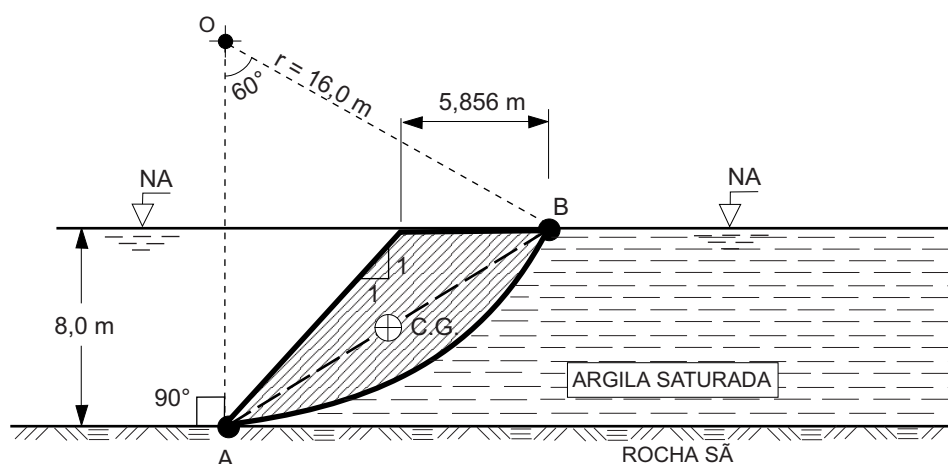

Figura 1 - Mecanismo de ruptura do talude
Fundamentando-se nos resultados dos ensaios geotécnicos realizados sobre essa camada de argila, as escavações previstas foram projetadas com taludes apresentando inclinação 1:1. Nesse estudo, foi considerado que o mecanismo de ruptura crítico era do tipo rotacional circular, de pé de talude, com centro em "O" e raio de 16,0 m, conforme indicado no croqui (Figura 1).
- a) o valor da coesão necessária (c_{nec}) para o equilíbrio estrito do talude (fator de segurança $FS=1$), para o caso de ruptura rápida, sem drenagem, admitindo que a massa potencialmente deslizante (área com hachuras na Figura 1) tenha seu centro de gravidade no ponto médio da corda $\widehat{AB}$; (valor: 8,0 pontos)